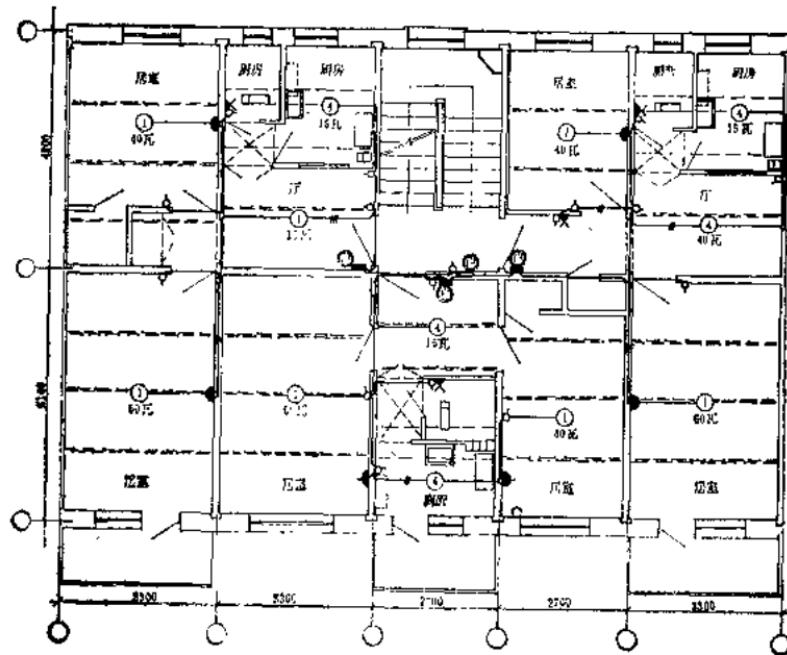

图 7 标准层电气布线平面图
(4) 各层电气平面图 图上表明电源进户线的位置、线径、线管直径；配电盘的位置；配电线线路的布线方式（明线或暗线），布线的线径、管径、根数；各种电器（动力出线口的位置、灯具的型式、规格、安装方式、距地高度、开关的位置等）的位置；各个支路的编号和要求，图 6 为线管平面敷设示意图，图中注明引入线位置，配电盘位置及安装要求，线管敷设路径及大样等。图 7 为标准层电气布线平面